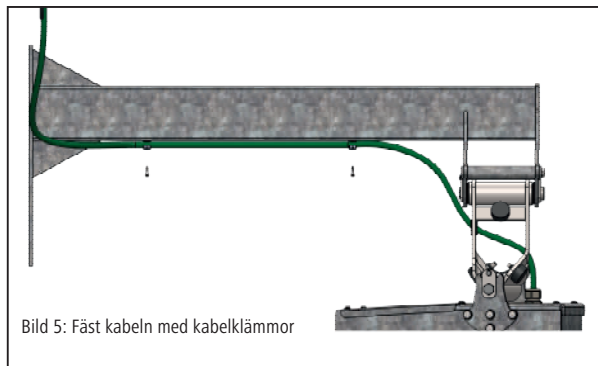

Bild 5: Fäst kabeln med kabelklämmor
8. Säkra fästsruven M14 med säkringsplåt (bild 4 – nr 11), skruv (bild 4 – nr 11), bricka (bild 4 – nr 12) och självlåsande mutter (bild 4 – nr 13) mot att lossa. Fäst motorkabeln på upphängningsarmen med klämmor och självlåsande skruvar (bild 5).